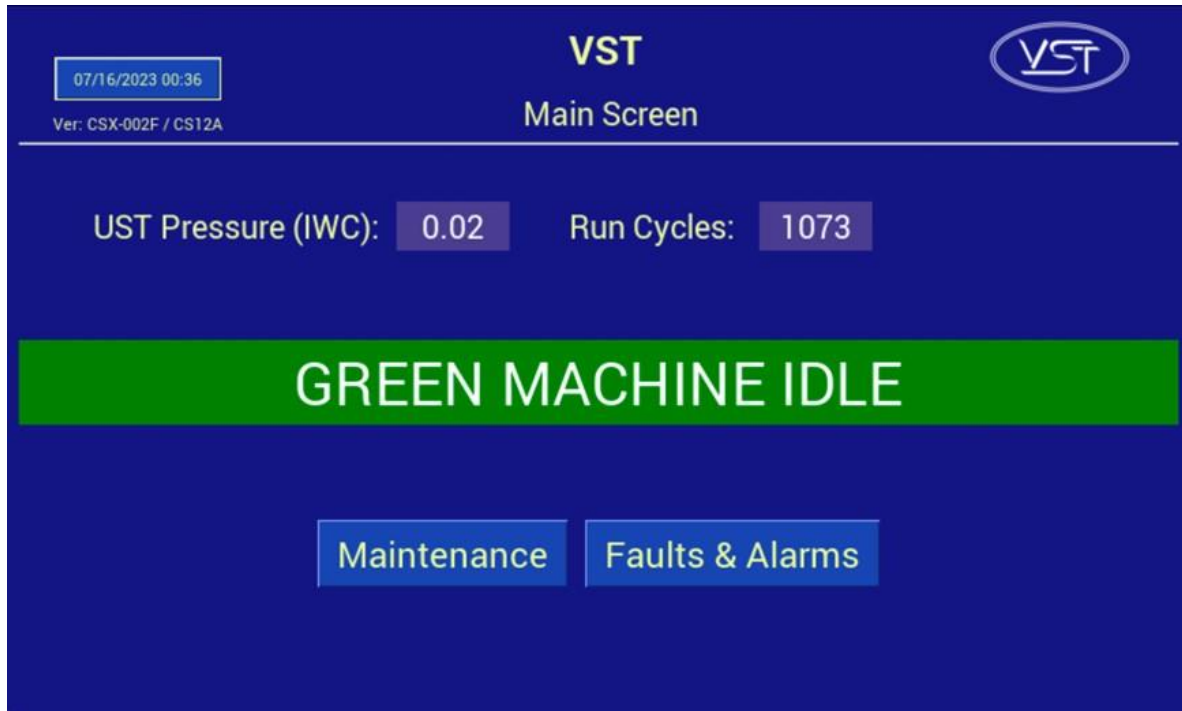

Figura 6-10: Pantalla principal
1. En la pantalla principal, presione el botón de fecha y hora. Se abrirá la pantalla de la interfaz de fecha y hora. **Vea la Figura 6-10.**